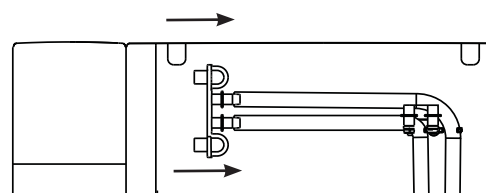

Figure 11
16. Remplacez les tuyaux de vidange sur l'arrière. Voir la figure 11.